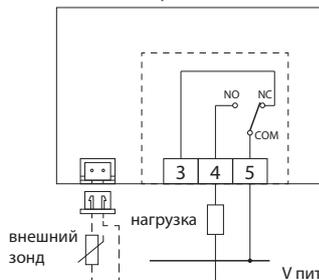

Рис. 7
5. Выполните электропроводку, следуя схемам подключения на рис. 7 и 8.
Выходы, клеммы 3, 4 и 5, не имеют напряжения и изолированы с двойной изоляцией от других частей термостата. Таким образом, можно питать нагрузку высокого напряжения (230 В ~), как видно на рис. 7 и 8. В этом случае необходимо соблюдать разделение между кабелями внешнего зонда и проводами нагрузки в соответствии с действующими стандартами. В частности, необходимо закрепить группу кабелей с помощью кабельных стяжек, отделяющих провода SELV от других, чтобы избежать случайного отсоединения провода, что не уменьшит изоляцию в отношении SELV.